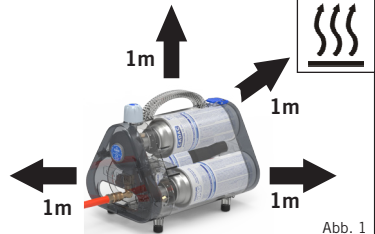

Abb. 1
- Das Power Pak niemals auf einen Ofen setzen und stets mindestens 1 Meter von Hitzequellen fern halten (Abb. 1). Dafür sorgen, dass sich das Power Pak nicht in einer Umgebung befindet, in der die Temperatur 40 °C übersteigt.